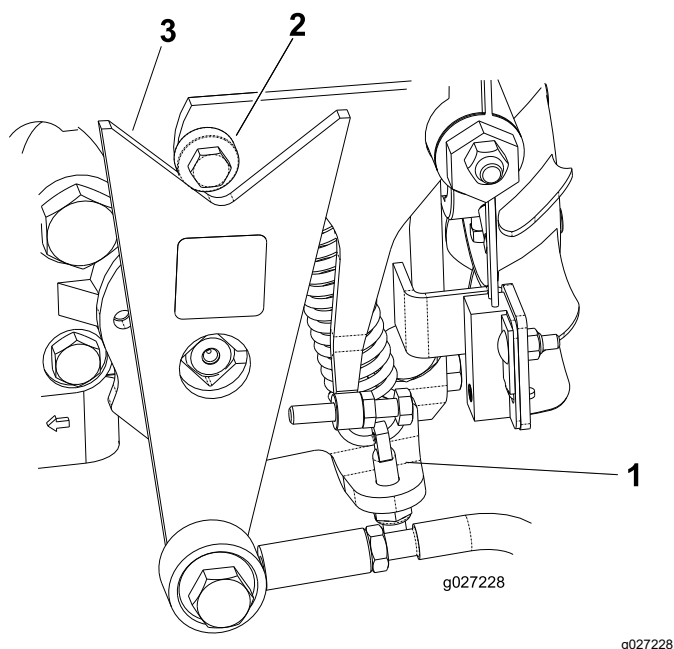

図 48
- ・ 回転方向が正しければ、エンジンを停止し、スプリング調整ピンのロックナットの調整を行う 図 48。走行系統のニュートラル調整を行う 走行ドライブのニュートラル調整 \(ページ 27\)を参照。